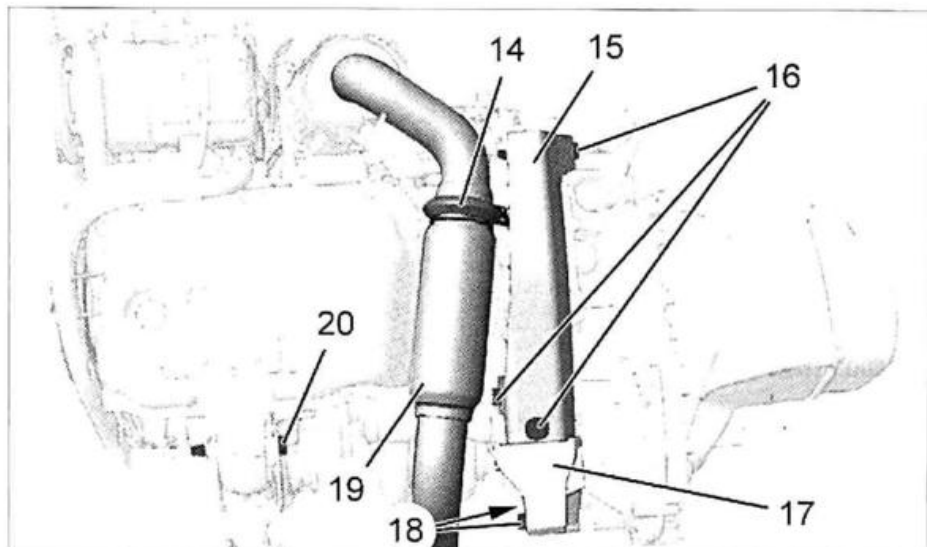

FIG. 5
- Desmontar (fig. 5):
- los tres tornillos (16)
- el impactador de caja de velocidades (15)
- los dos tornillos (18)
- el impactador trasero (17)
- la abrazadera de escape (14)
- el tubo de escape (19)
- el tornillo (20)